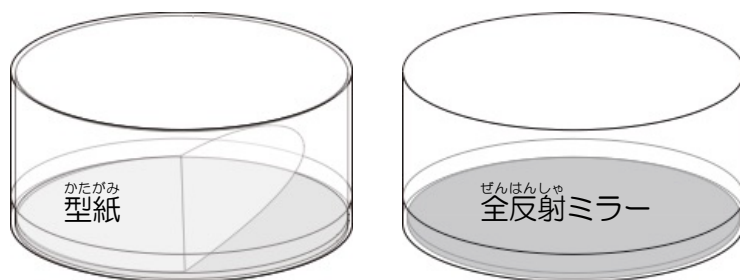

図7
1) 図7 のように全反射ミラーをプラスチッククリアケースの底に薄い両面テープで貼り付けます。この時、